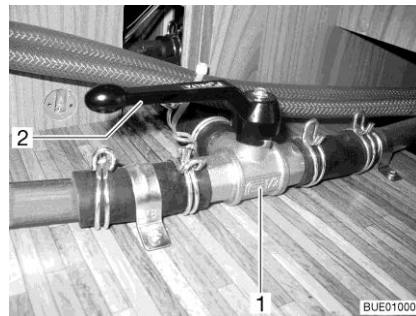

Fig. 226 Vanne à 3 voies
- Positionner le levier (Fig. 226,2) de la vanne à 3 voies (Fig. 226,1) parallèlement au sens du débit linéaire (Fig. 226).
- Positionner le levier (Fig. 226,2) de la vanne à 3 voies (Fig. 226,1) perpendiculairement au sens du débit linéaire.